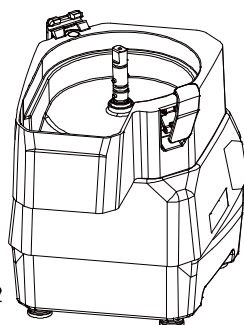

Abb. 2
4.4.3.2 Vergewissern Sie sich, dass der mittlere Sockel richtig und sicher auf dem unteren Sockel sitzt, wie in Abbildung 2 dargestellt.